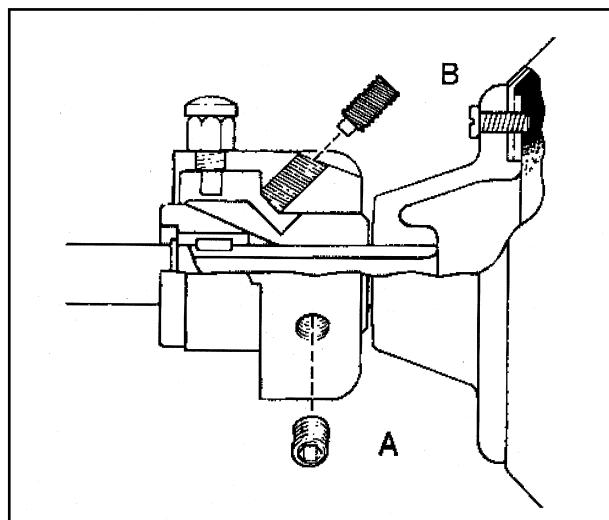

Fig. 2
винт (B) по часовой стрелке для обеспечения надлежащего тормозящего действия, затем завернуть два регулировочных винта (A) и еще раз проверить затяжку регулировочного винта (B). (рис. 2).